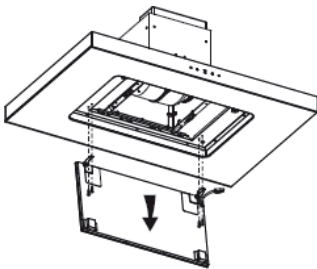

Figura 3
5. Passare un'estremità del tubo di scarico attraverso il foro nel soffitto (vedi figura 3).